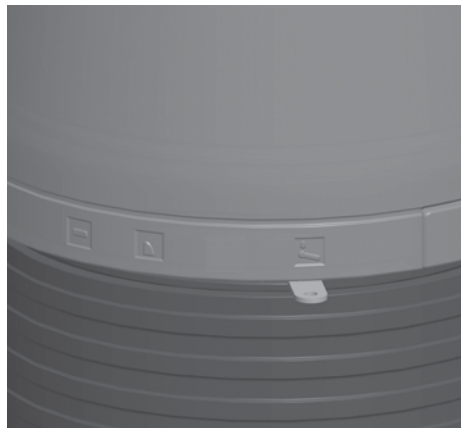

Abb. 4.14 Verbrennungsluftschieber ganz nach rechts geschoben - Verbrennungsluft komplett geöffnet - normale Heizbetrieb-Stellung bei Braunkohle
- ist der Brennstoff gut angebrannt, stellen Sie den Verbrennungsluft-Schieber in die normale Heizbetrieb-Stellung in der Mitte - siehe Abb. 4.14.